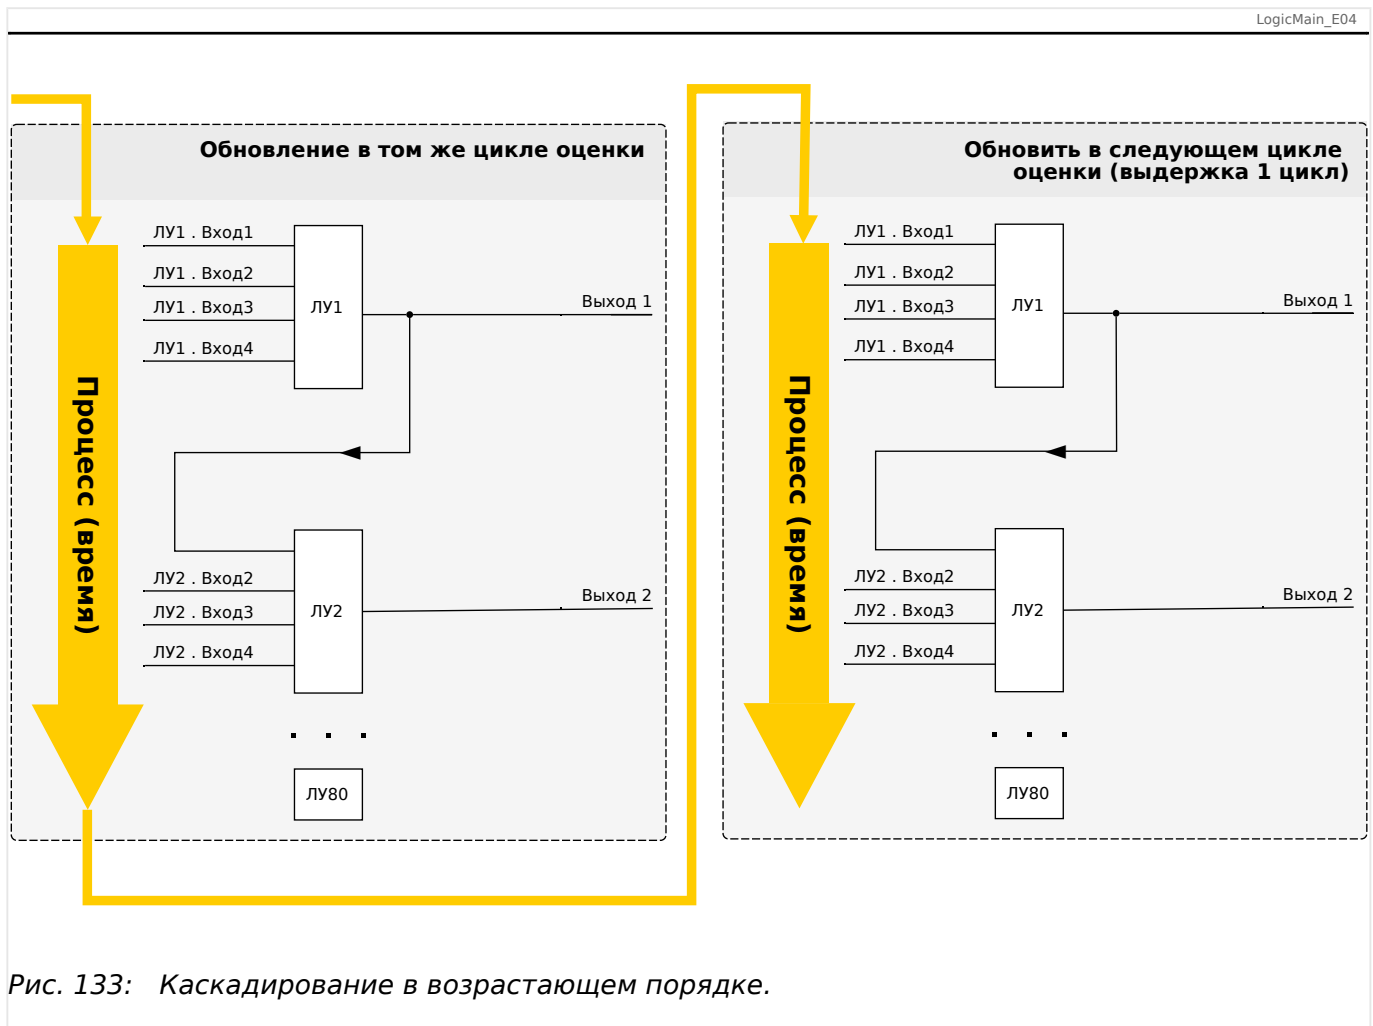
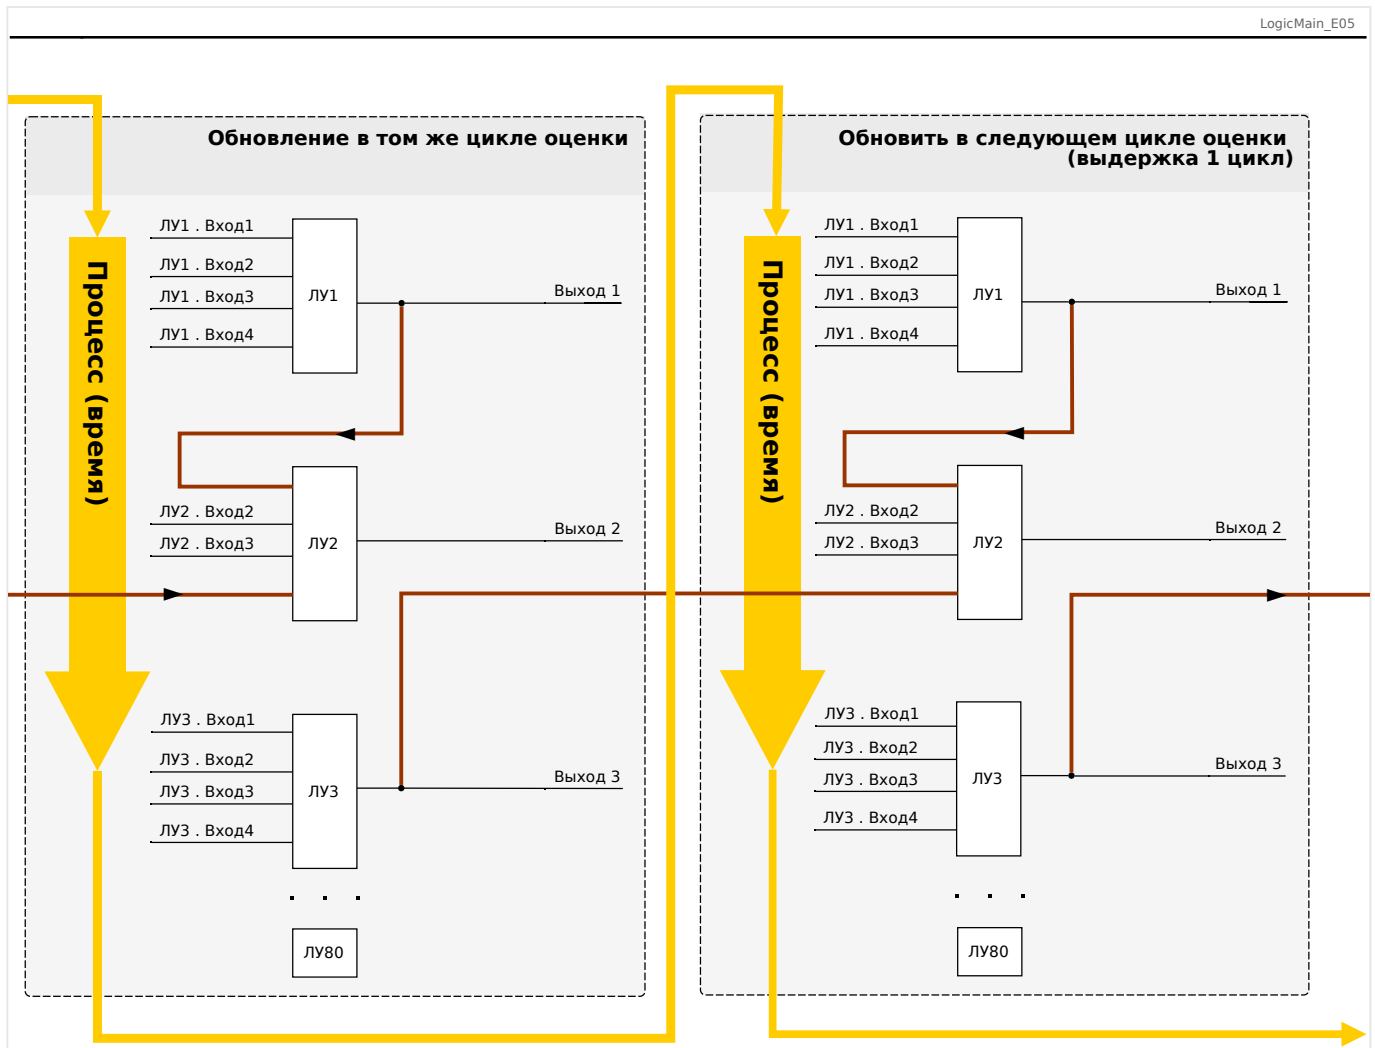

Рис. 133: Каскадирование в возрастающем порядке.
Рис. 134: Каскадирование в возрастающем порядке.
- **Возрастающий** порядок означает, что некий выходной сигнал поступает на вход одного из логических уравнений с **более высоким** номером. На приведенном ниже графике  **Рис. 133** приводится пример, когда результат логического уравнения ЛУ1 используется в качестве входного сигнала для логического уравнения ЛУ2.
- **Нисходящая** последовательность означает, что некий выходной сигнал поступает на вход одного из логических уравнений с **меньшим** номером. На графике  **Рис. 134** приводится пример, когда результат логического уравнения ЛУ3 используется в качестве входного сигнала для логического уравнения ЛУ2.
И возрастающий, и убывающий порядки можно не только использовать, но и комбинировать, при этом разница будет заметна не сразу. Однако, как показано в разделах  **Рис. 133** и  **Рис. 134** ниже, благодаря определению состояний всех уравнений в возрастающем порядке фактические рабочие значения, поступающие на вход любого из них, будут иной степени зрелости.
В представленном выше примере Рис. 134 для «логического уравнения 2» используются состояния выходов двух других уравнений — «логического уравнения 1» и «логического уравнения 3». Результат «логического уравнения 1» используется в возрастающем порядке и, следовательно, определен в ходе того же рабочего цикла. Результат «логического уравнения 3» используется в убывающем порядке и, следовательно, определен в ходе предыдущего рабочего цикла.